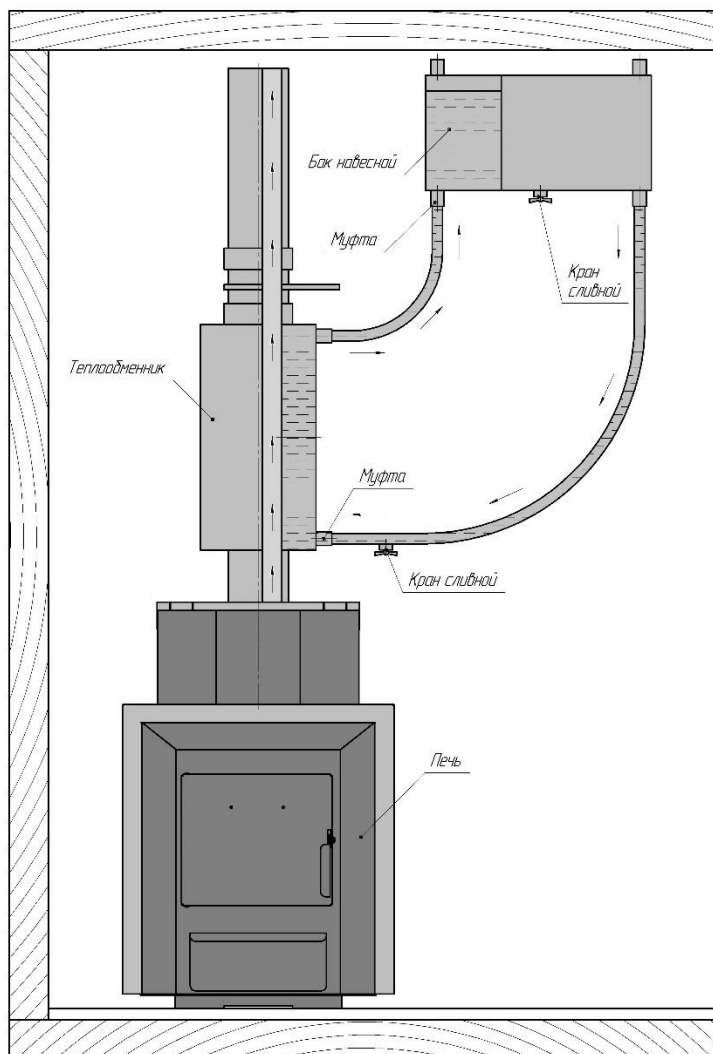

Рисунок 3: Вид спереди: подключение бака для горячей воды к банной печи газо-дровяной банной печи «Синара Метеорит»
- на печь устанавливается теплообменник, который подсоединяется к выносному баку – это отдельно весящий бак, который может быть размещен, в любом удобном месте или помещении (рисунок 3).